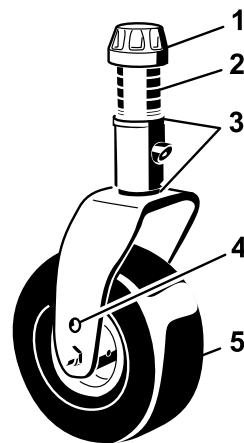

Figure 105
1. Enlevez le chapeau de tension de l'axe de pivot et sortez l'axe du bras de la roue pivotante (Figure 105).